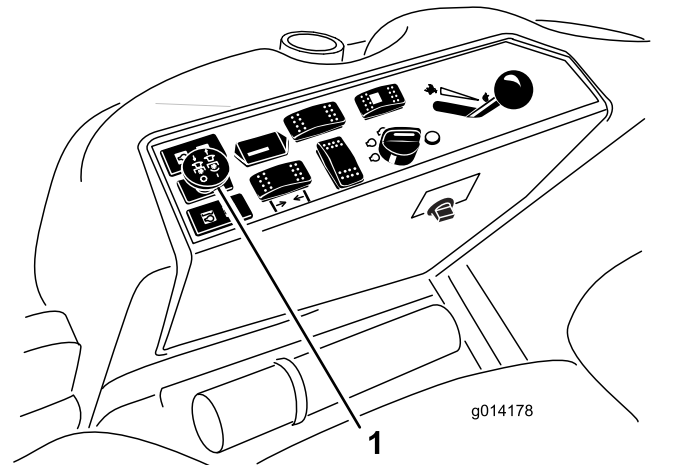

Bild 23
3. Ziehen Sie den Zapfwellenschalter heraus, um ihn zu aktivieren (Bild 23).